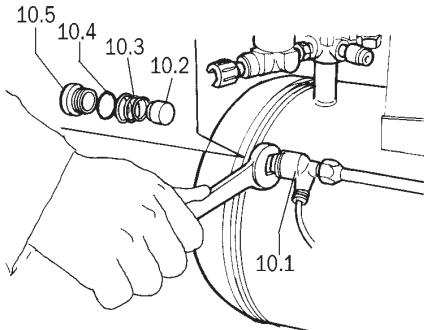

fig. 10
**Afwijkende werking van de uitleatslagklep van de pressostaat (*fig. 10*).
A - De terugslagklep 10.1 werkt niet perfekt (*fig. 10*).